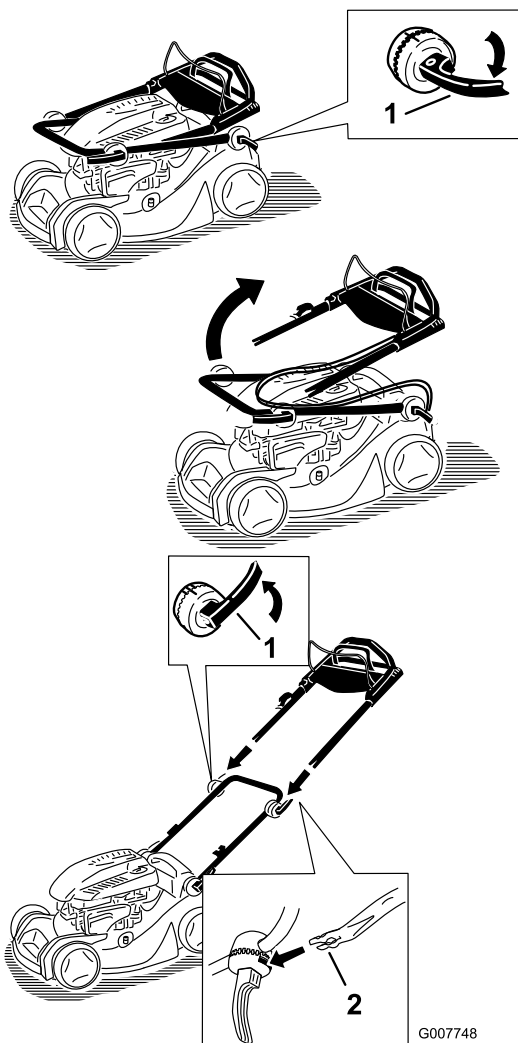

Figura 3
1. Abra los cierres del manillar, ponga las secciones del manillar en la posición de uso, conecte la sección superior del manillar a la sección inferior y bloquee los cierres del manillar (Figura 3).